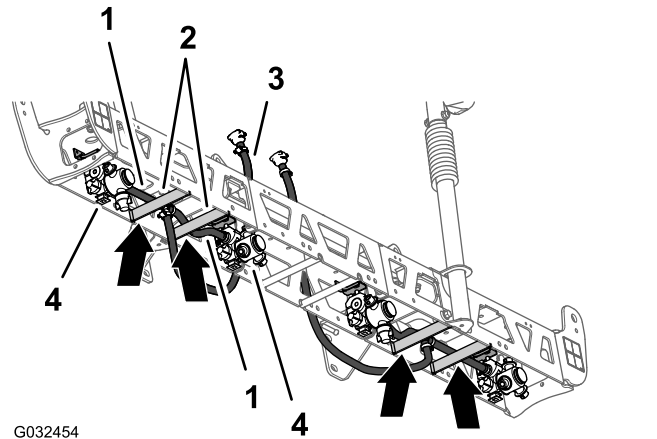
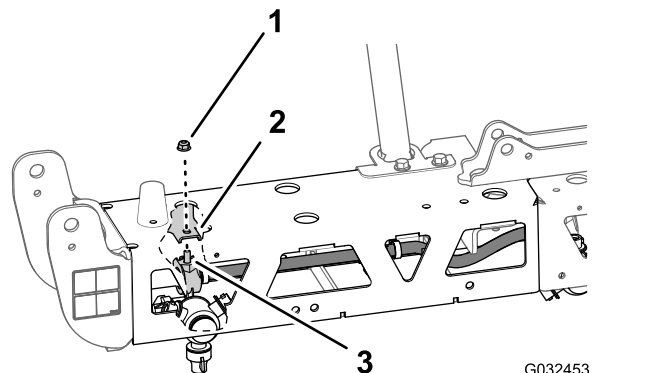

Bild 81
Bild 82
- Verlegen Sie den Schlauch (13 mm) und die Düse zwischen die Trägerstreben des äußeren Trägers (Bild 81).
- Verlegen Sie den Schlauch und die Düse über der Trägerstrebe und an der Außenseite der äußeren Düsenbefestigung (Bild 81).
- Fluchten Sie die Sechskantschraube (5/16" x 3/4") der Sprühdüse durch das Loch in der Düsenbefestigung aus und befestigen Sie die Düse mit einer Sicherungsbundmutter (5/16") vom Finishingkit für das GeoLink-Sprühsystem lose an der Befestigung (Bild 82).
4. Verlegen Sie den anderen Schlauch (13 mm) und die Düse zwischen den Trägerstreben des äußeren Trägers (Bild 81).
5. Verlegen Sie den Schlauch und die Düse über der Trägerstrebe und an der Innenseite der inneren Düsenbefestigung (Bild 81).
6. Fluchten Sie die Sechskantschraube (5/16" x 3/4") der Sprühdüse durch das Loch in der Düsenbefestigung (Bild 82) aus und befestigen Sie die Düse mit einer Sicherungsbundmutter (5/16"), die Sie in den Schritten 1 und 4 in Entfernen der Sprühdüsen (Seite 33) entfernt haben, lose an der Befestigung.
8. Verlegen Sie den Schlauch und die gezahnte Kupplung (13 mm x 810 mm) an der Seite des mittleren Auslegerabschnitts mit der linken und rechten Stützhalterung (Bild 81).
9. Wiederholen Sie die Schritte 1 bis 8 für den anderen Schlauch und die andere Düse am anderen äußeren Träger (Bild 81 und Bild 82).